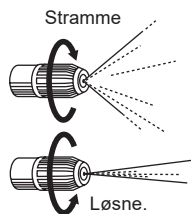

Figur 14
1. Vri cyslen til "lock" siden og bruk maskinen som hodetype. Se figur 14.